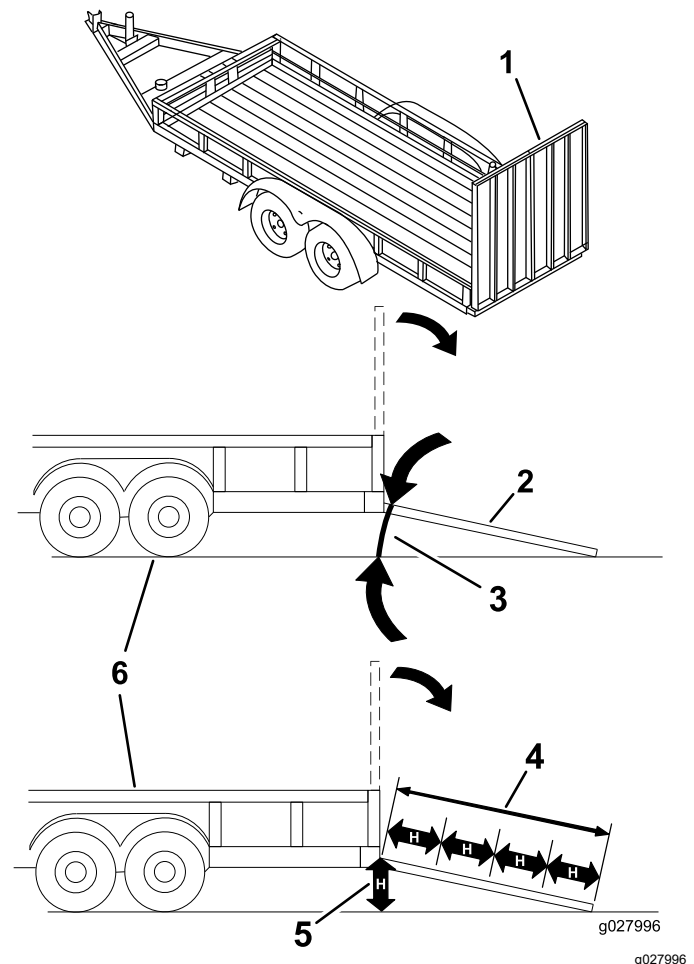

Figura 35
Încărcarea unei mainii pe o remorcă sau un camion crește riscul de răsturnare i poate cauza răni grave sau moartea (Figura 35).
3. Coborâi rampa, asigurându-vă că unghiul dintre rampă i sol nu depăește 15 grade (Figura 35).
1. Coborâi rampa, asigurându-vă că unghiul dintre rampă i sol nu depăește 15 grade (Figura 35).